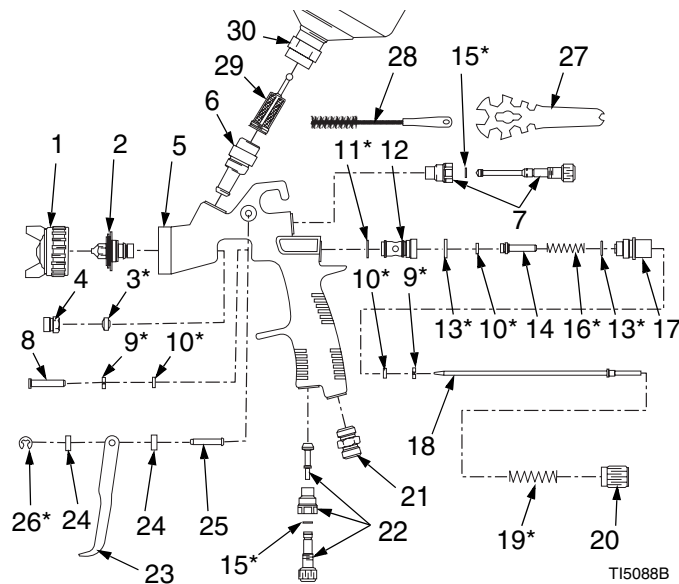

FIG. 7
5. Retire la copela (30) y el filtro (29) y límpielos. FIG. 7.
6. Retire el cabezal de aire (1) y la boquilla (2) tal como se indica en la página 17 y sumérjalos en un disolvente compatible.
1. Retire el anillo de retención (26), las juntas (24), el pasador (25) y el gatillo (23). FIG. 7.
2. Retire la tuerca prensaestopas (4) y la empaquetadura (3).
3. Retire el eje de la válvula de aire (8).
4. Retire el racor (17) con una llave Allen (FX100: 8 mm, FX200/300 9 mm).
5. Retire la junta tórica (13, 10) y el soporte (9) de el racor (17).
6. Retire el muelle (16), el pistón (14), y la junta tórica (10).
7. Retire el asiento de la válvula de aire (12) con la junta tórica (13) y la junta (11).
8. Retire la junta tórica (10) y el soporte (9).
10. Vuelva a instalarlas en el orden inverso. Lubrique la aguja y las juntas tóricas. Asegúrese de disparar la pistola cuando instale la boquilla (2).